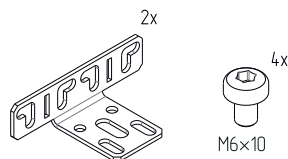

Рисунок 1 – Кронштейн профиля монтажного тип 1
- проверить комплектность (рисунок 1,2).